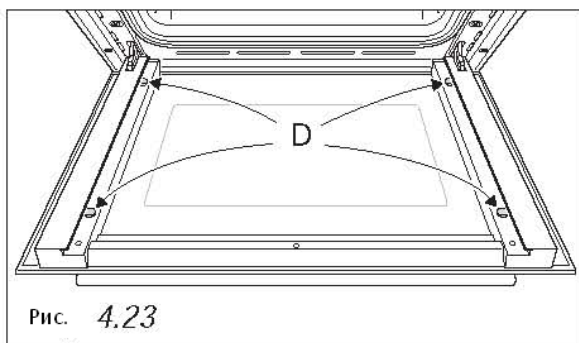

Рис. 4.23
- Убедитесь в правильности размещения 4 (четырёх) вкладышей из силиконового каучука **D** (Рис. 4.23).